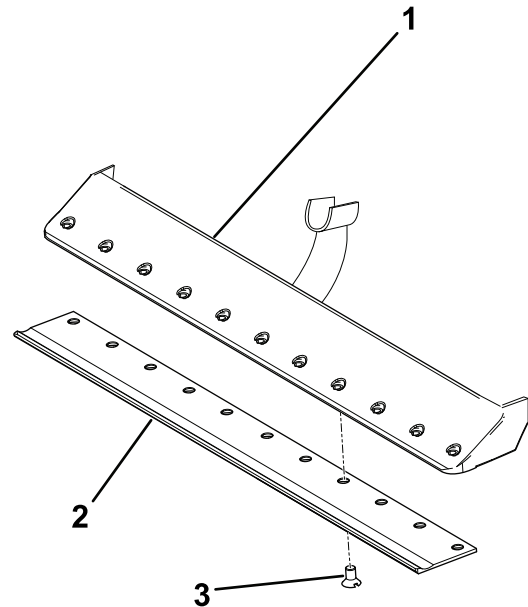

Figura 18
4. Aplique composto antigripagem nos parafusos e instale a lâmina de corte na barra de apoio da seguinte forma (Figura 18):